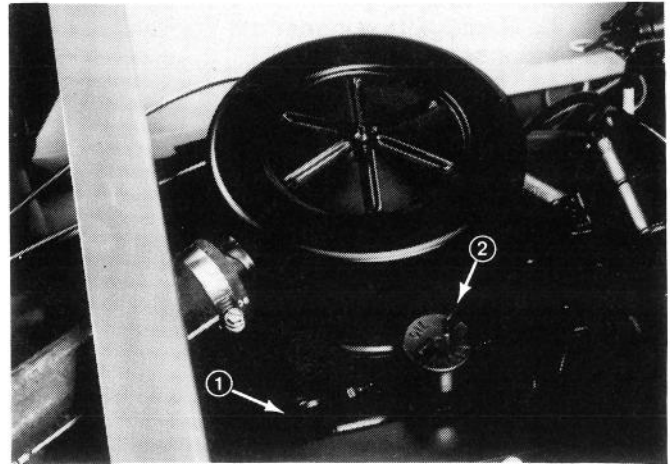

Abbildung 4
2. Den Ölmeßstab (Abb. 4) entfernen und mit einem sauberen Lappen abwischen, dann den Ölmeßstab wieder voll in den Ölmeßstutzen einführen. Jetzt den Meßstab wieder herausziehen und den Ölstand prüfen. Bei niedrigem Ölstand die Füllstutzenkappe (Abb. 8) entfernen und SAE 10W-30 CD Öl nachfüllen, bis der Ölstand die FULL (Voll) Markierung erreicht. NICHT ÜBERFÜLLEN. Siehe Öltabelle auf Seite 15.